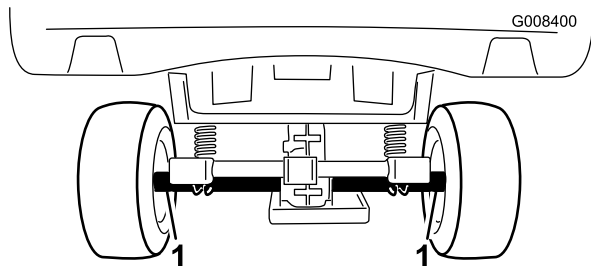
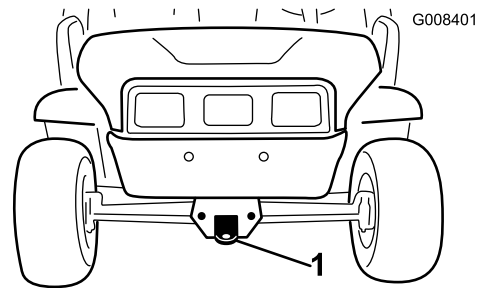

Figura 17
Figura 18
Para transportar el vehículo largas distancias, debe llevarse el vehículo sobre un remolque. Asegúrese de que el vehículo está firmemente sujeto sobre el remolque. Consulte en Figura 17 y Figura 18 la ubicación de los puntos de amarre.
2. Conecte un cable de remolque al punto de remolque, en la parte delantera del bastidor (Figura 18).